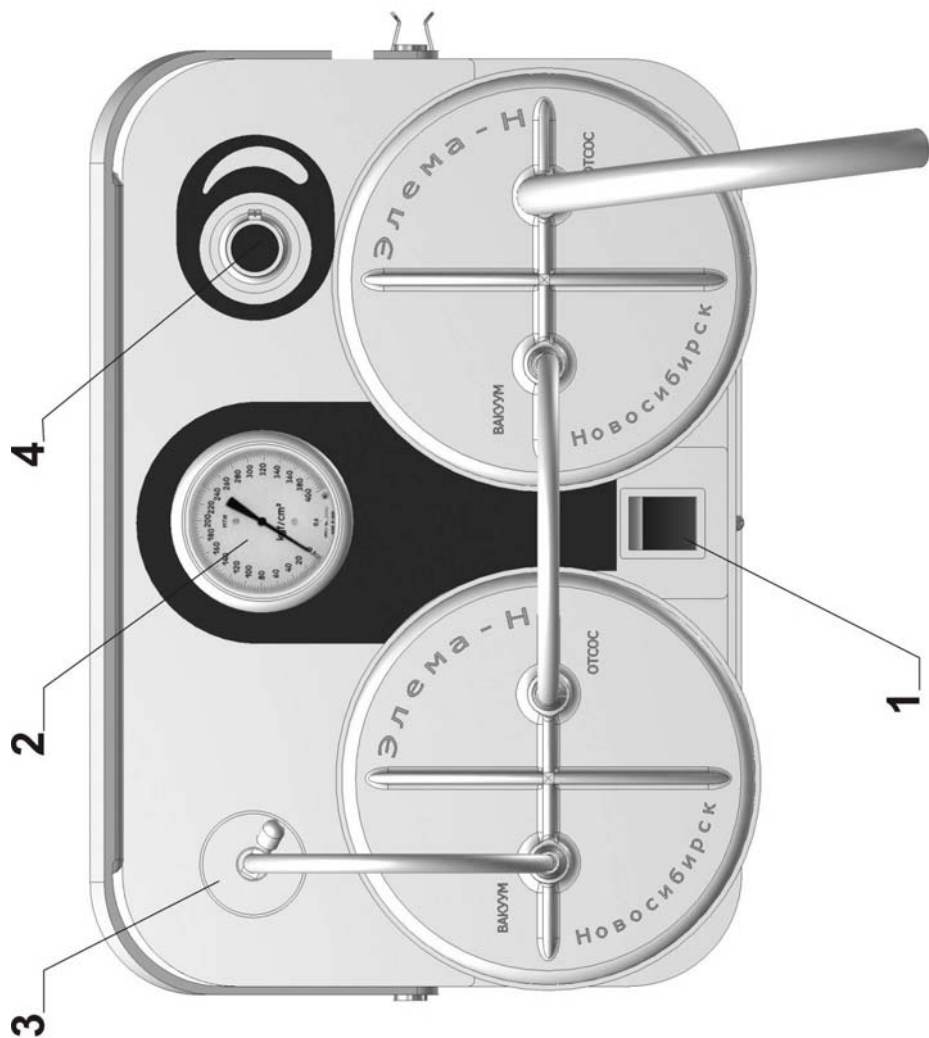

Рисунок 2
5.3 На передней панели (рис.2) расположены следующие элементы: сетевой переключатель с индикатором (1), индикатор вакуума (вакуумметр) (2), фильтр бактериальный (3), регулятор вакуума с вращающейся ручкой (4),
соединительным шлангом, согласно рис.2.